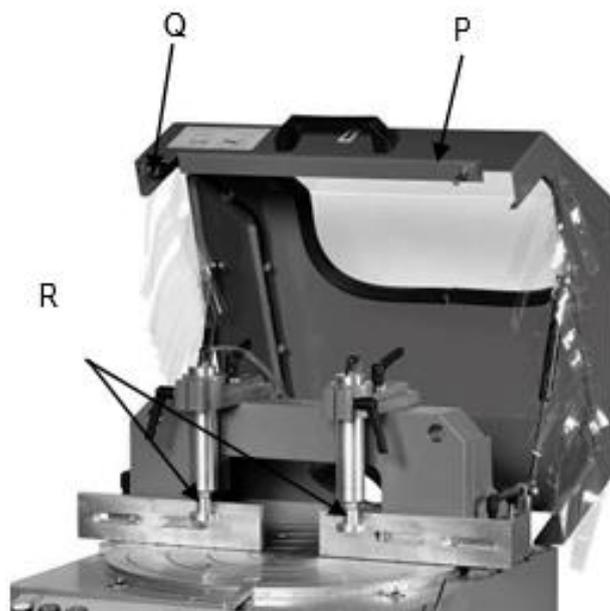

Рис. 6
3. Закройте кожух P (Рис. 6).
Пильный диск начинает резание, только если кожух Р (Рис. 6) и прижимы R (Рис. 6) закрыты. Если концевой микровыключатель Q (Рис. 6) нажат (кожух открыт), пильный диск не запустится.